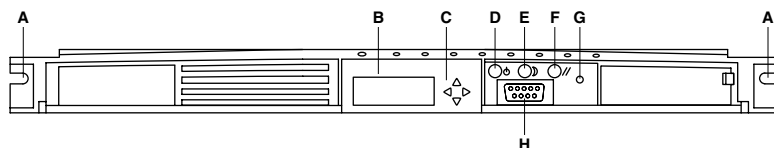

Figure 2
3. Appuyez sur le bouton marche-arrêt (figure 2).